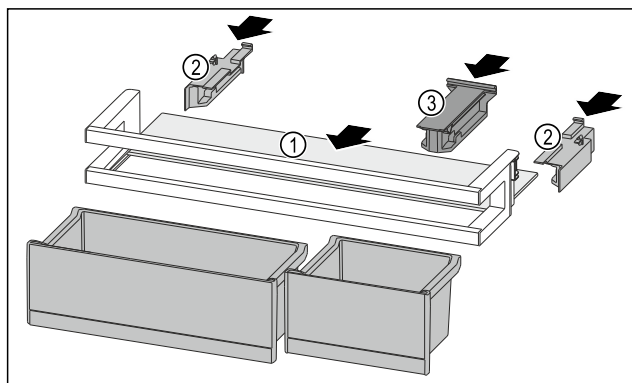

Fig. 251
- Futni raftin mbajtës Fig. 251 (1) në foletë anësore.
- Vendosni pjesët anësore Fig. 251 (2).
- Vendosni pjesën mbajtëse Fig. 251 (3).